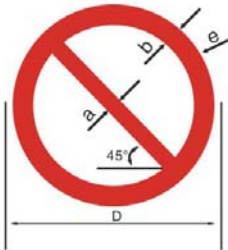

图 2 禁止标志基本形状
6.2.1 禁止标志的基本形状为带斜杠的圆环，如图 2 所示。